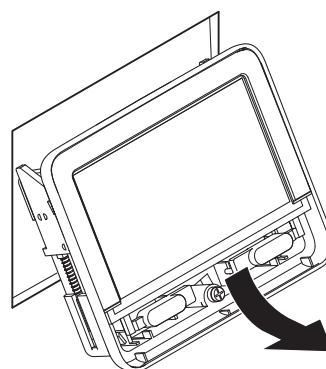

Figura 5
- Spostare con cautela il Panel in avanti di circa 20 cm dall'apertura di montaggio (Figura 5).